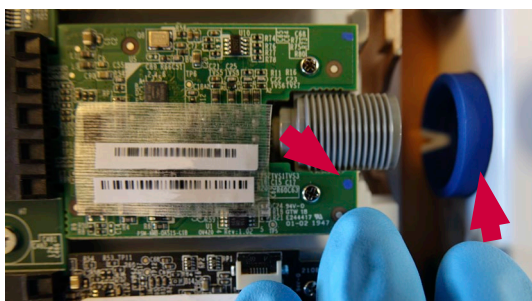

图 24 VDI 板上的颜色指示必须与色环匹配
f) 确保后壳上的色环与 VDI 板上的指示颜色相同(图 24)
重新安装后壳时，确保 VDI 板上的彩点(图 24) 与板所放置到的色环的颜色相匹配。